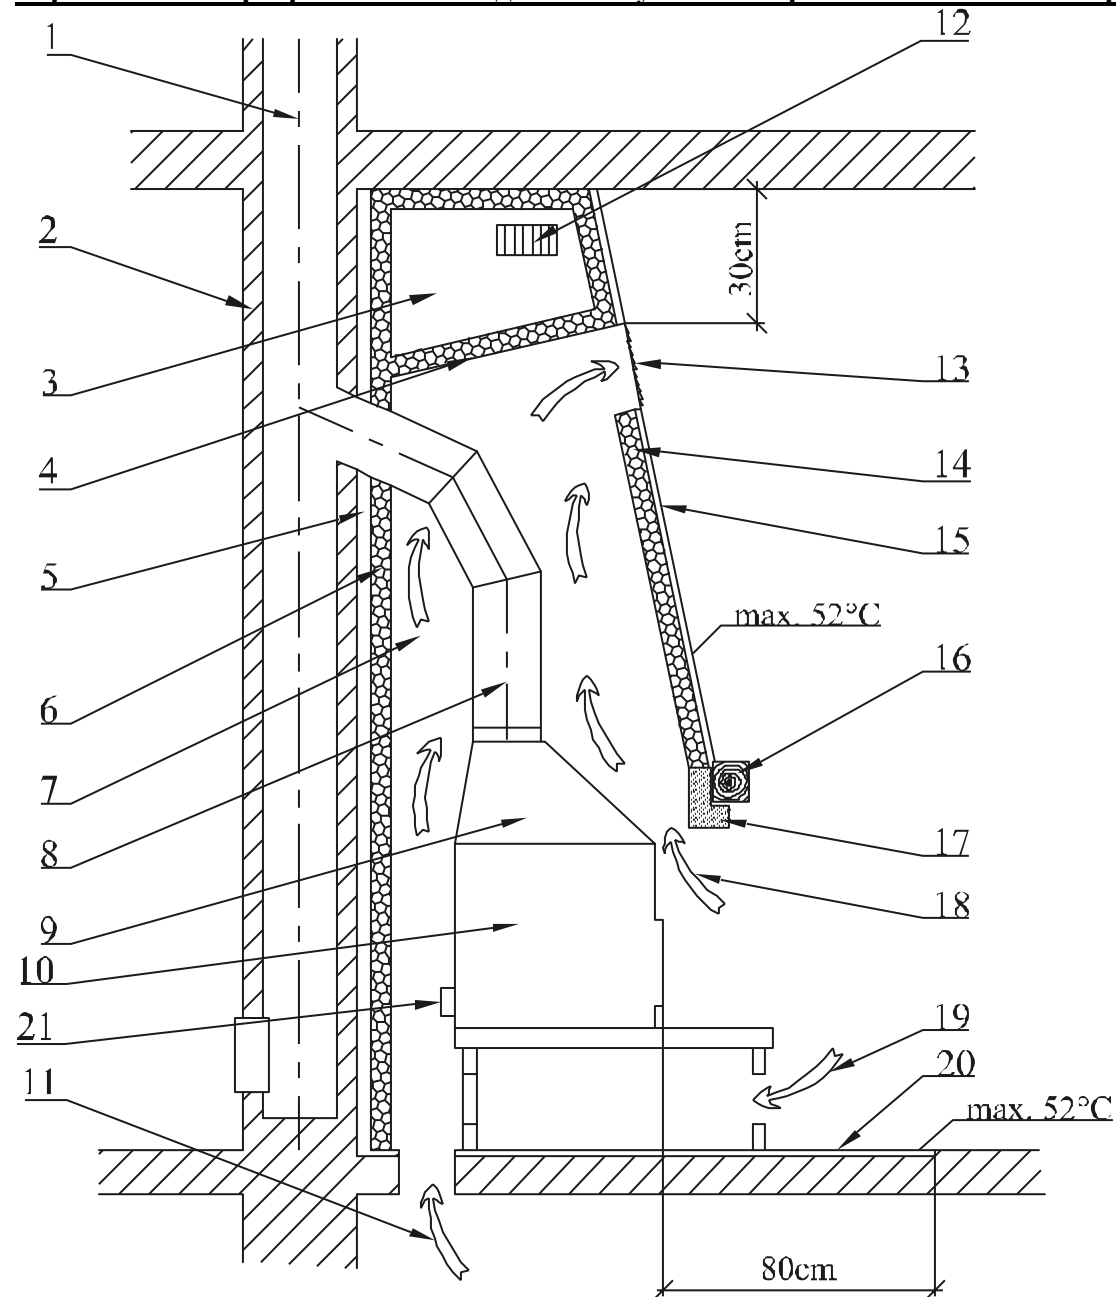

Рис. 2
Безопасное расстояние от косяка двери и подобным способом расположенных строительных конструкций из горючих материалов, а также от трубопроводов, включая их изоляцию, составляет мин. **20 см**. От остальных частей конструкции из горючих материалов – мин. **40 см** (см. рис. 2) согласно **ČSN 06 1008/1997**. Имеются в виду строительные материалы класса **B, C и D** согласно **ČSN EN 13501-1+A1/2010** (см. таблицу № 1). Это действительно также для стен, и главным образом, потолков со штукатуркой на горючем основании, например, Латих, Палах и т.п. Если эти расстояния невозможно соблюсти, необходимо предотвратить опасность пожара при помощи строительно-технических мер – негорючая облицовка, теплостойкая изоляция, ширма.
5. Вывод нагретого конвекционного воздуха должен находиться мин. на **30 см** ниже потолка (рис. 2).
6. Над выводом конвекционного нагретого воздуха должна быть негорючая конструкция перекрытия. Ее температура не должна превысить величину **50°C**. Поэтому низ потолка должен быть изолирован от воздействия тепла из камина перегородкой и как минимум одним неполностью закрываемым отверстием с решеткой (рис. 2) или достаточным слоем теплоизоляции.